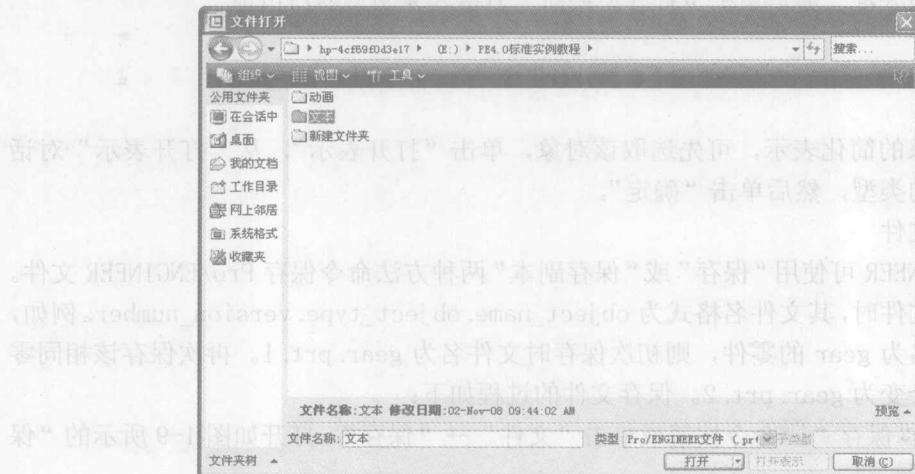

图 1-6 “文件打开”对话框
(1) 单击“打开”命令按钮或单击“文件”→“打开”命令，如图 1-6 所示的“文件打开”对话框打开。“寻找”框中的目录默认为下列目录之一：